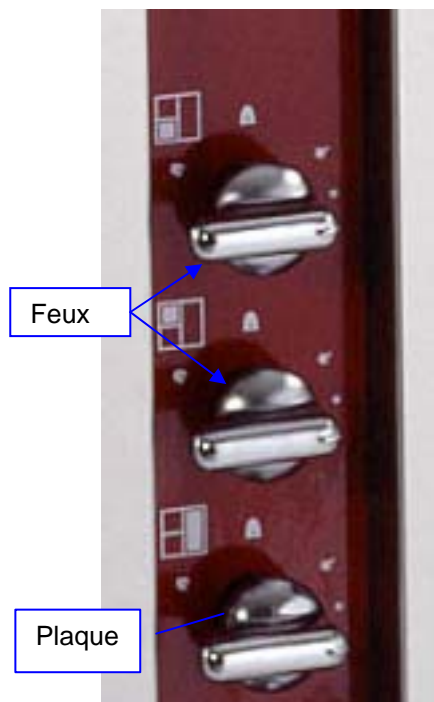

Figure 1
2.1. Brûleurs découverts (Figure 1)